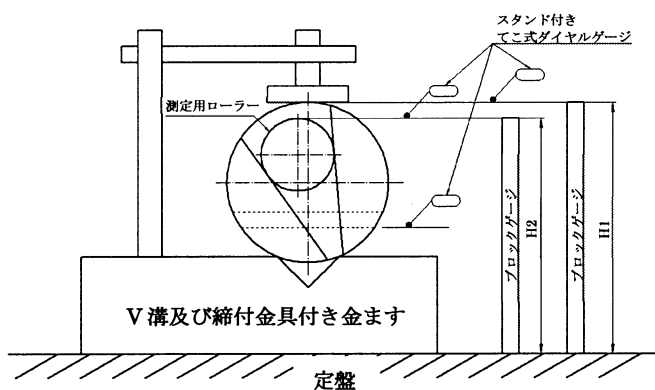
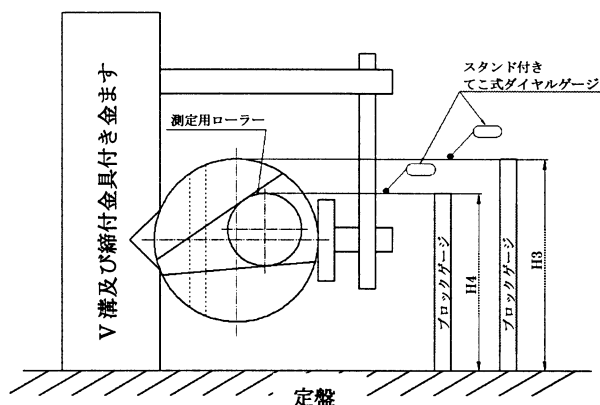

図 1
図 2
- (1) 図 1 のように精密定盤上に金ますを置き、部品の外径部を金ますの V 溝上にセットし、部品の $\phi 10$ 穴が定盤と平行になるように、スタンド付きてこ式ダイヤルゲージを使用して調整し、金具で固定する。
- (2) 定盤から部品の外径部の最上部までの高さをブロックゲージとスタンド付きてこ式ダイヤルゲージで測定し、 $H1$ とする。
- (3) 部品の溝に測定用ローラ $\phi 46$ をセットし定盤から、ローラの最上部までの高さをブロックゲージとスタンド付きてこ式ダイヤルゲージで測定し $H2$ とする。
- (4) 図 2 のように部品を固定したまま金ますを 90° 回し定盤に置き定盤から部品の外径部の最上部までの高さをブロックゲージとスタンド付きてこ式ダイヤルゲージで測定し $H3$ とする。
- (5) 部品の溝に測定用ローラ $\phi 46$ をセットし定盤からローラの最上部までの高さをブロックゲージとスタンド付きてこ式ダイヤルゲージで測定し $H4$ とする。
- (1) 定盤の上に F 面が下になるようにワークをセットする。
- (2) 鋼球②を各々図 1 のようにピンにあてつけて置き、その上に鋼球①を載せる。
- (3) スタンド付きてこ式ダイヤルゲージとブロックゲージで定盤から E 面までの高さを測定し、H1 とする。
- (4) 同様に定盤から鋼球①の頂点の高さを測定し H2 とする。